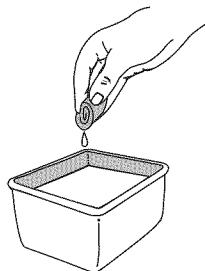

Fig. 15
3. Lave el filtro con agua y detergente (Fig. 15). Enjuague bien el filtro y déjelo secar.